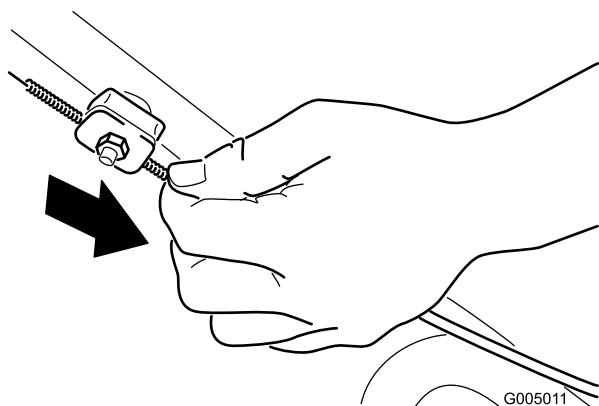

Figure 33
2. Baissez la gaine du câble (vers la tondeuse) pour éliminer le mou du câble (Figure 33).